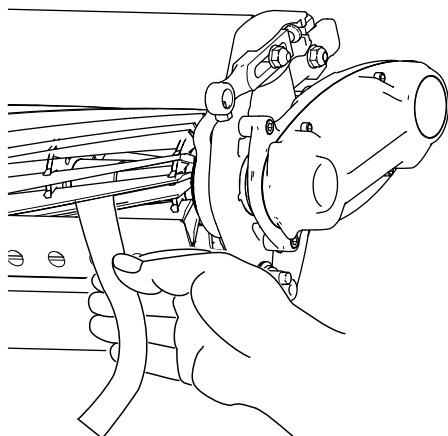

图 6
- B. 在滚刀与底刀之间插入一长条剪切性能纸 Toro 零件号 125-5610 纸要与底刀垂直 图 6 然后 **缓慢** 向前旋转滚刀此操作应能切断性能纸如果不能请重复步骤 A 和 B 直至切断为止。
11. 在滚刀与底刀之间插入一长条剪切性能纸 Toro 零件号 125-5610 纸要与底刀垂直 图 6 然后缓慢向前旋转滚刀此操作应能切断性能纸如果不能将每个底刀架调节螺丝都顺时针旋转 1 格直至切断为止。